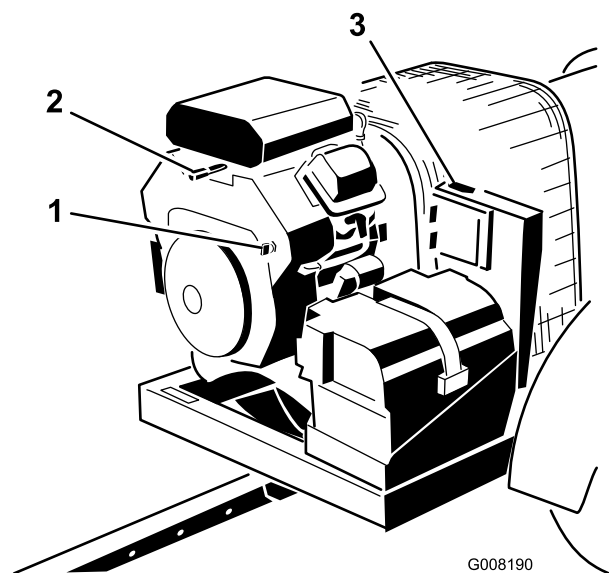

Bild 13
3. Drehen Sie den Zündschlüssel auf die START-Stellung und lassen Sie ihn schnell auf die ON-Stellung gehen. Der Empfänger wird aktiviert (Bild 13).
4. Drehen Sie den Schlüssel beim Verlassen der Maschine in die OFF-Stellung und ziehen Sie ihn ab (Bild 13).